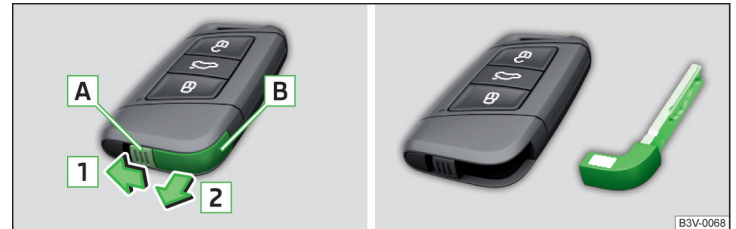

Abb. 349 Notschlüssel herausnehmen
- Die Rastnase **A** in Pfeilrichtung **1** entriegeln und den Notschlüssel **B** in Pfeilrichtung **2** herausnehmen » Abb. 349.